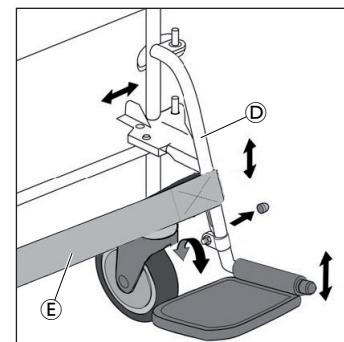

Fig. 5
7. Wadenband **E** auf der gewünschten Höhe, vorne um die Fußstützen **D** führen und hinten auf beiden Seiten mit dem Klettband verschließen (Fig. 5).
7. Déplacez l'appui-mollet **E** à la hauteur souhaitée sur l'avant des repose-pieds **D** et fixez-le des deux côtés derrière les repose-pieds à l'aide de la bande Velcro (Fig. 5).